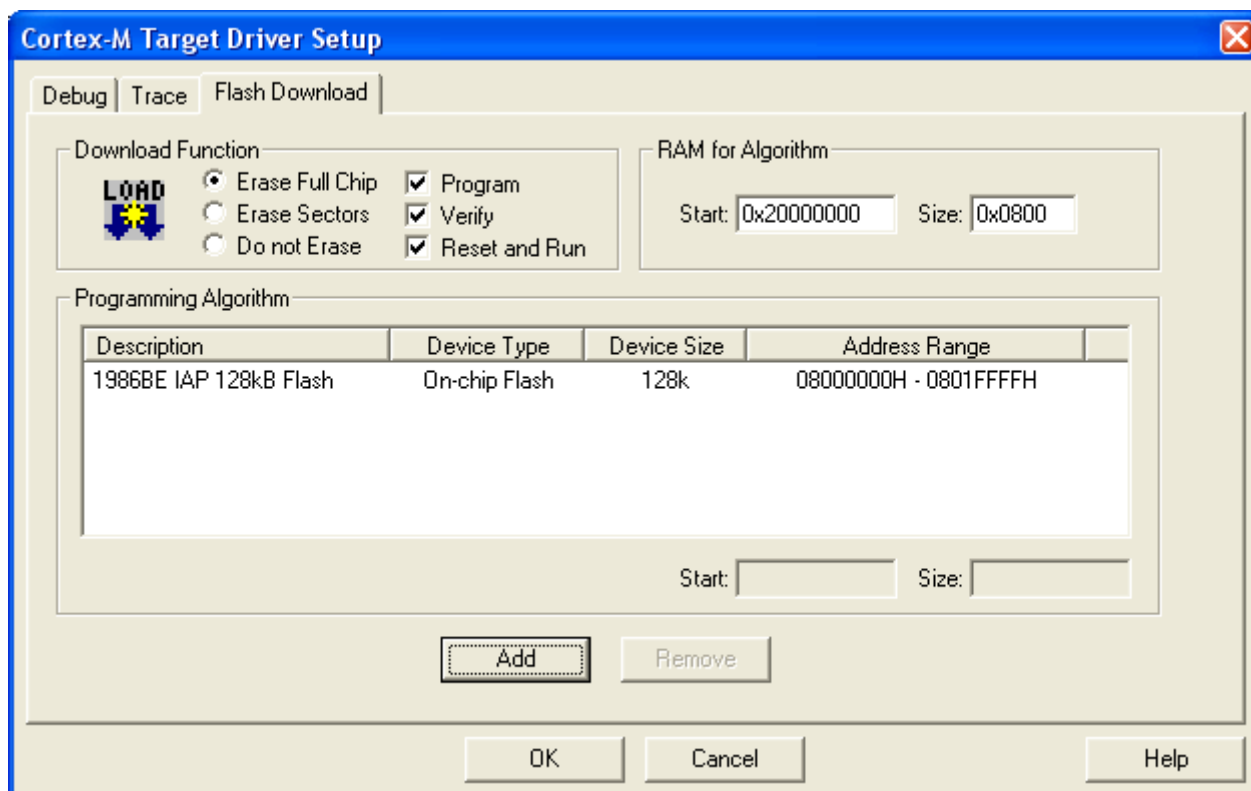

Рис. 7
3.6. После добавления микроконтроллера 1986BE в Keil uVision, он отражается в окне Programming Algorithm. В строке ввода RAM for Algorithm Size установите значение 0x0800 (рис. 7). Для закрытия окна нажмите кнопку OK.